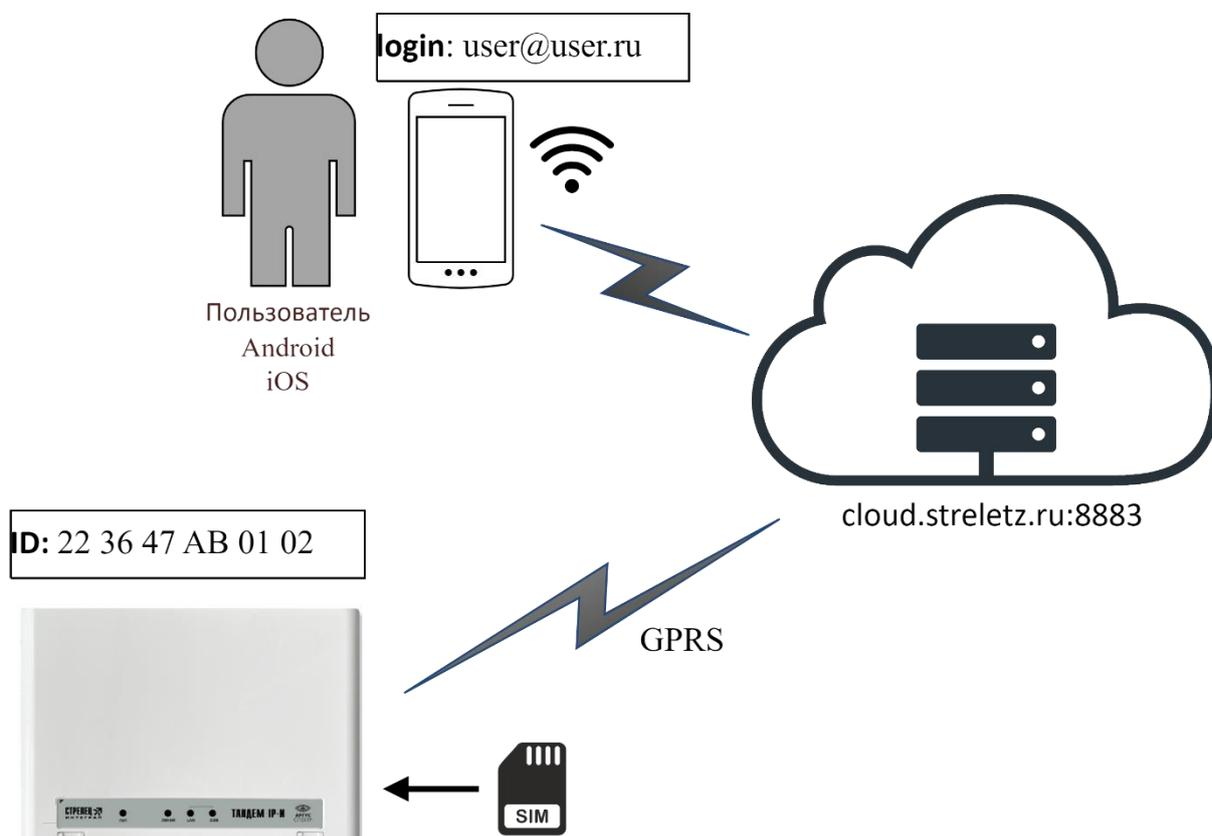

Рисунок 6.45
- В варианте подключения через GSM необходимо вставить SIM карту в прибор (Рисунок 6.45).